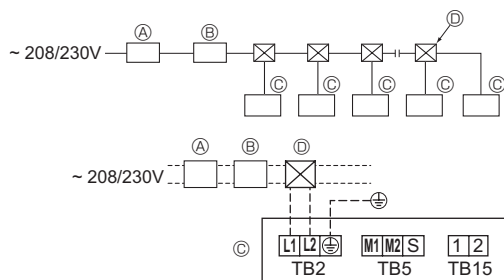

Fig. 6-2
- Un commutateur avec séparation de contact d'au moins 3 mm, 1/8 pouce, dans chaque pôle doit être assuré par l'installation de climatisation. [Fig. 6-2]